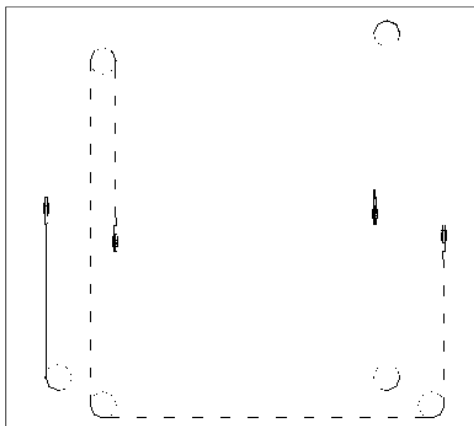

Fig. 30
- Установите балансировочные тросы в соответствии с **Рис. 30**. Трос можно протянуть через отверстия на пластине перед фиксированием обеих стоек.